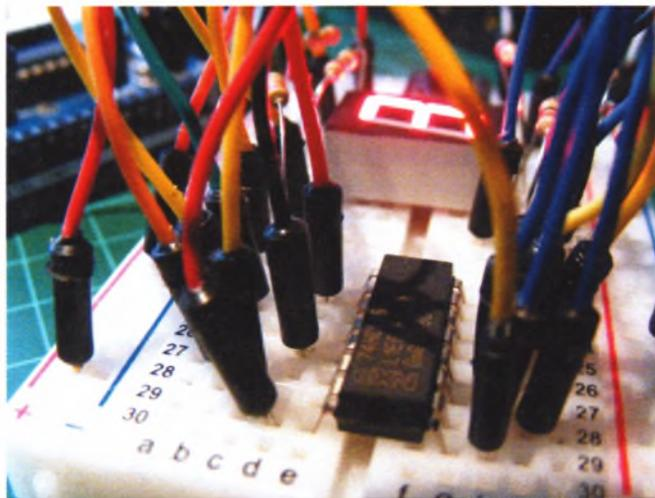

РИСУНОК 16.3
- Установите регистр 74НС595 на макетную плату с маркером с левой стороны. Нижним левым выводом должен быть контакт 1. Регистр должен перекрывать канавку макетной платы, как показано на рис. 16.3.